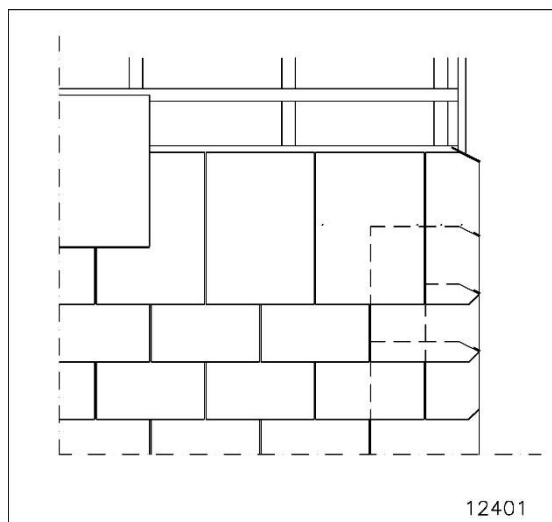

Fig. 21: Dakrandafwerking met leien
- Zijrandafwerking met gevelleien (Fig. 21)